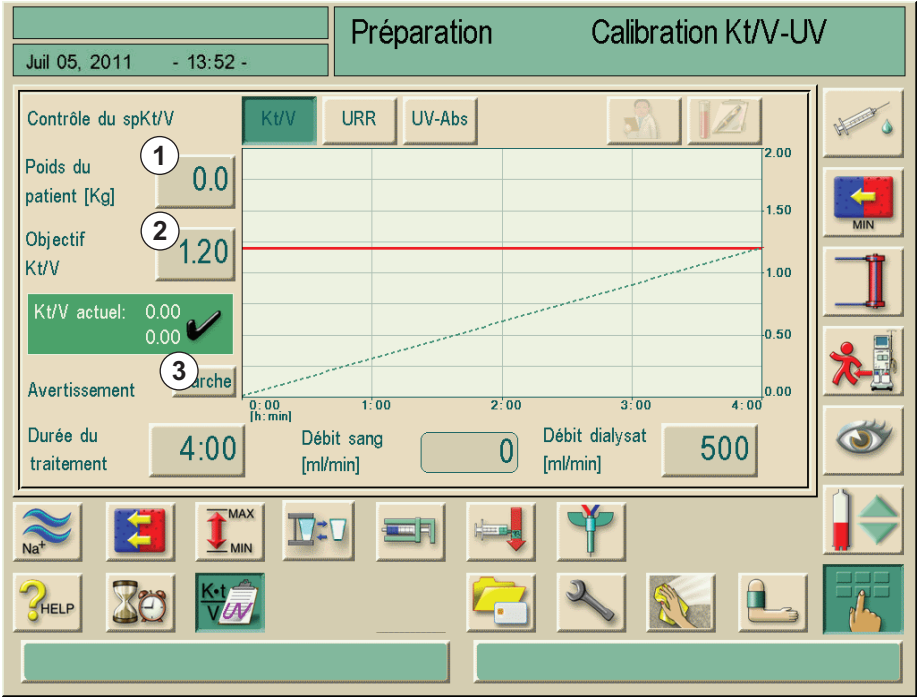

Fig. 11-14 Réglage des paramètres
1. Entrée du poids du patient avant dialyse (Fig. 11-14, 1).
2. Entrée/adaptation de la valeur de Kt/V cible (Fig. 11-14, 2).
3. Activer/désactiver l'avertissement cible (Fig. 11-14, 3).